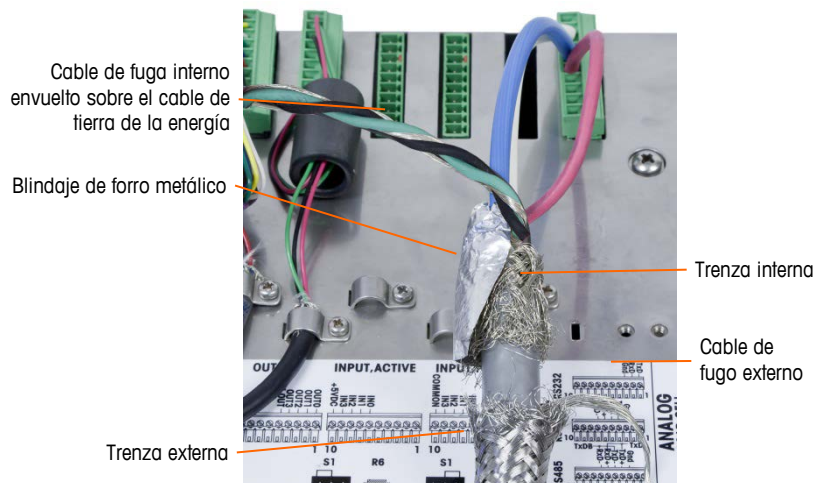

Figura A-50: Cable de conexión POWERCELL PDX, gabinete para montaje en panel
- a. Deslice hacia atrás la trenza externa y pliegue la trenza interna recortada y el blindaje de forro metálico hacia atrás de manera uniforme sobre el borde del forro de aislamiento del cable como se muestra en la Figura A-50.